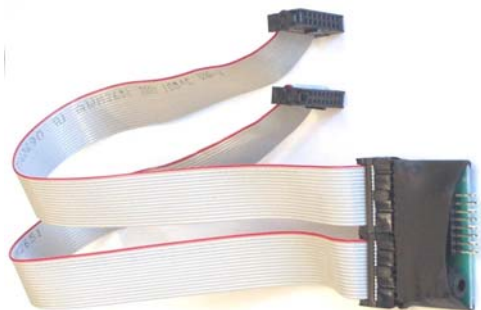

Figura 8 – Kit Clonazione 2
- Mediante il kit clonazione CK2 dell'NV9 collegare assieme le due unità come sopra (vedi figura 8).